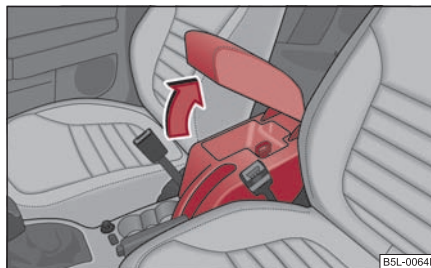

Fig. 128 Apoyabrazos: Portaobjetos
- Abra la tapa del apoyabrazos en el sentido de la flecha ⇒ fig. 128.